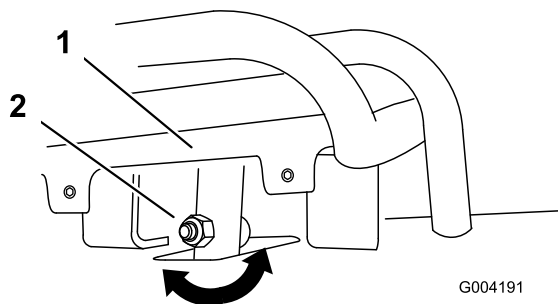
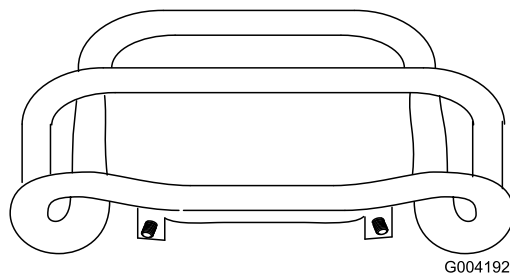

Figura 54
Figura 55
4. Se la parte anteriore del comando della trazione non rimane dritta e a filo con la barra di riferimento, allentate il dado flangiato e imbullonate lo stelo del comando della trazione (Figura 54).
5. Regolate il comando della trazione in modo che rimanga a filo con la barra di riferimento quando viene tirato all'indietro (Figura 54 e Figura 55).
- C. Allentate il dado flangiato e il bullone nello stelo del comando della trazione (Figura 54).
I. Regolate il comando della trazione in modo che rimanga a filo con la barra di riferimento quando viene tirato all'indietro (Figura 54 e Figura 55).